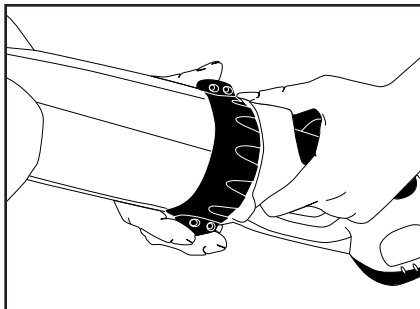

Figura 4
1. Agarre el accesorio de la herramienta firmemente con una mano (no lo agarre de una parte giratoria como el mango auxiliar) y gire el aro de seguridad que está en el mango de potencia hasta la posición de desbloqueo con la otra mano. (ver figura 4)